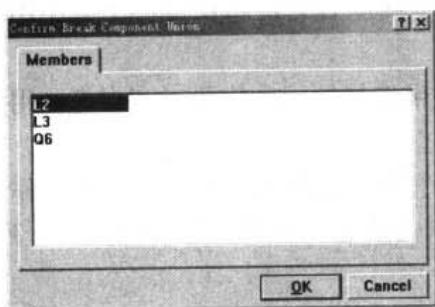

图 13-7 Confirm Break Component Union
- Break components from union 按钮：将组内元件剔除出组。单击此按钮后，光标变成十字，在想要剔除的元件上单击鼠标左键，系统即可弹出如图 13-7 所示的 Confirm Break Component Union（确认剔除元件）对话框。选中想要剔除的元件编号，然后单击 OK 按钮，剔除后的元件将不会随着组被移动。